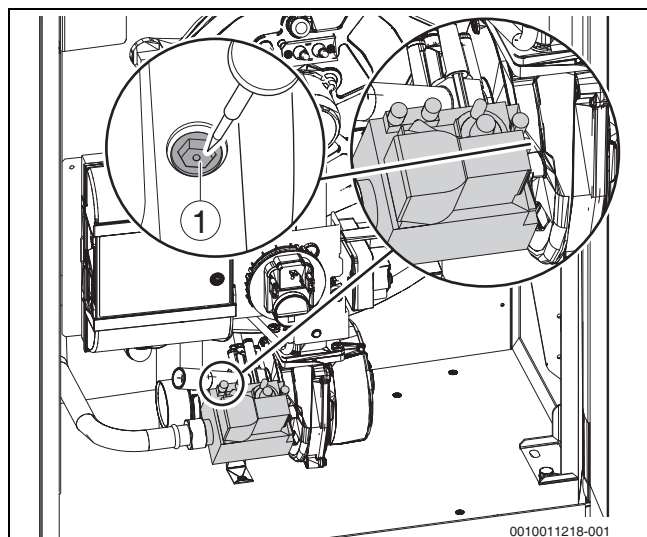

Fig. 54 Régler la teneur en CO₂/O₂ à pleine charge
- ▶ Si les teneurs en CO₂ (valeurs entre parenthèses = valeurs de O₂) sont < 8,5 % (O₂ = 5,8 %) ou > 9,6 % (O₂ = 3,8 %), corriger le réglage sur la vis de réglage pleine charge (→ figure 54 et tableau 12).